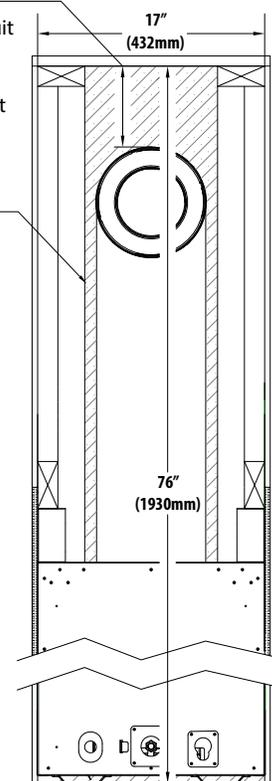

FIGURE 3.9 Dégagements minimums de l'encadrement de la terminaison d'évacuation **INSTALLATION POUR TOUTES OPTIONS DE DESIGN**
- Un dégagement minimum de 6 po (152 mm) est exigé entre toute partie du conduit d'évacuation et le dessus (ou plafond) de l'enceinte, pour les terminaisons d'évacuation horizontales avec un encadrement d'enceinte étroite (pour étagères). Voir Figure 3.9.
- Le conduit d'évacuation flexible Kozy Heat n° 845-1 montré à la Figure 3.10 mesure 31-3/4 po (807 mm) entre le dessus de l'appareil et le centre de la terminaison d'évacuation, avec un rayon de courbure minimum de 6 po (152 mm) au centre. Maintenez les dégagements exigés entre le conduit d'évacuation et le plafond combustible dans l'enceinte du foyer, tel que montré à la Figure 3.9.